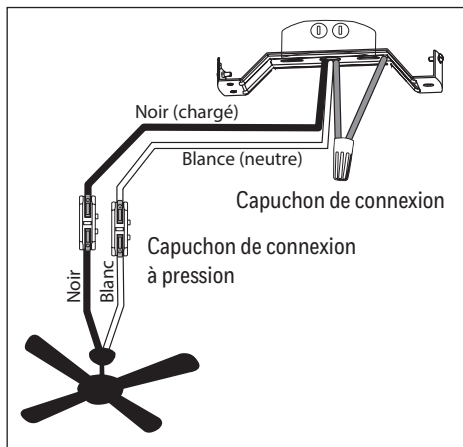

Figure 4.1
- Effectuez les connexions de câbles suivantes conformément au schéma et aux étapes suivantes : (Figure 4.1):